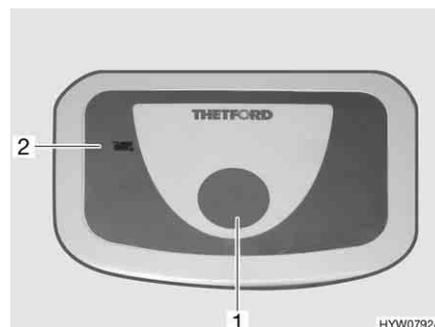

Fig. 194 Bouton pour la chasse d'eau/
- Pour actionner la chasse d'eau, appuyer sur le bouton bleu (Fig. 193,1 ou Fig. 194,1) .
Le voyant de contrôle (Fig. 193,2 ou Fig. 194,2) s'allume lorsque le réservoir pour matières fécales doit être vidé.